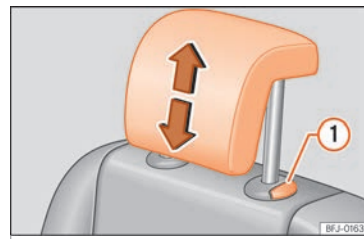

Fig. 106 Démontage des appuie-tête arrière : seconde rangée de sièges.
- Retirez complètement l'appuie-tête tout en appuyant sur la touche » » » **fig. 106** .